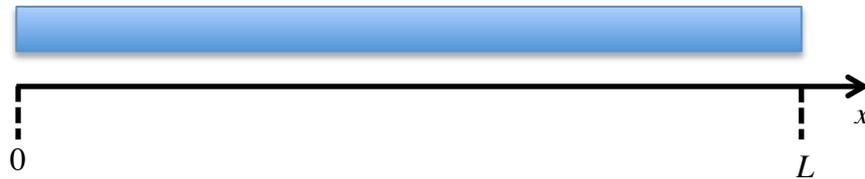

Figure 1
La température dans ce barreau n'est pas uniforme : elle varie selon l'axe du cylindre selon la relation :  $T(x) = ax + b = -50x + 800 \text{ (K)}$  (figure 1).